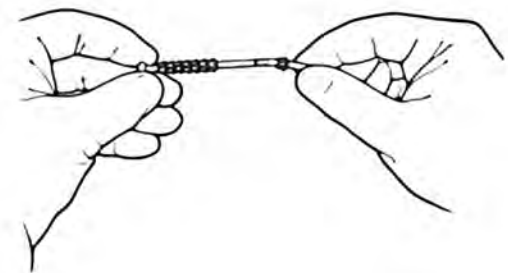

Figure 4-31. Glisser l'anneau
2. Faire glisser l'anneau sur la tubulure, en veillant à ce que les dents de l'anneau soient dirigées vers l'extrémité de la tubulure. (**Figure 4-31**)